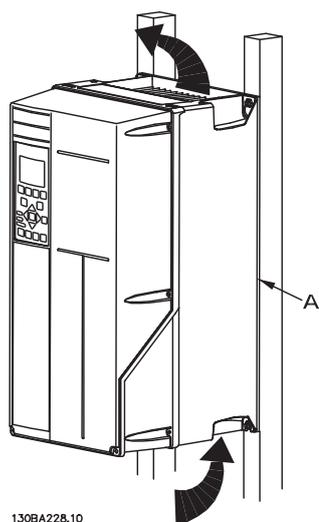

Abbildung 3.3 Ordnungsgemäße Montage an einem Montage-
- Sorgen Sie durch Montage des Geräts auf einer ebenen, stabilen Oberfläche oder an der optionalen Rückwand (siehe *Abbildung 3.2* und *Abbildung 3.3*) für eine ausreichende Luftzirkulation zur Kühlung.
In *Abbildung 3.2* und *Abbildung 3.3* bezeichnet „A“ eine Rückwand, die für die erforderliche Luftzirkulation zur Kühlung des Geräts ordnungsgemäß montiert ist.